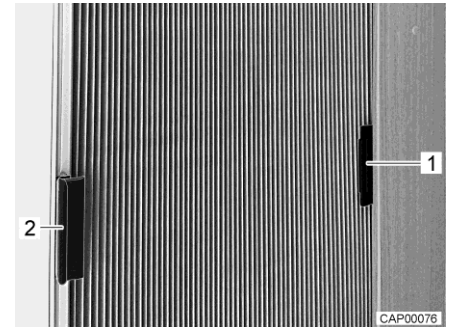

Fig. 8 Dispositif occultant plissé pour vitre latérale (fermé)
- Pousser le dispositif occultant plissé (Fig. 8,1) par sa poignée respective dans la pièce de fixation (Fig. 8,2). Le dispositif occultant plissé est ainsi empêché de se fermer par inadvertance pendant le voyage.